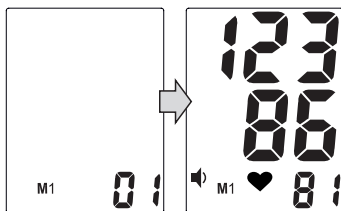

Рис.17
3. Просмотреть содержимое памяти прибора Вы можете, нажав кнопку M1 или M2. При первом нажатии кнопки M1 (или M2) на экране появится среднее значение 3-х последних измерений, сохраненных в память M1 (или M2), обозначенная символом «А» (рис. 16). При повторном нажатии кнопки M1 (или M2) на экране появится индикатор выбранной памяти M1 (или M2) и номер ячейки памяти, а через 1 секунду отображается ее содержимое (рис. 17), продублированное голосовым сопровождением. Каждое нажатие кнопки M1 (или M2) вызывает переход к следующей ячейке памяти.